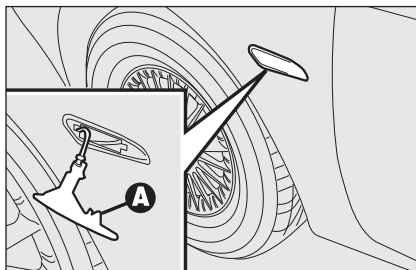
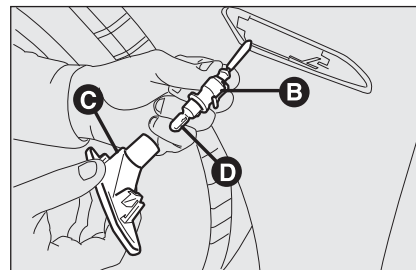

fig. 30
fig. 31
- ☐ spingere a mano il trasparente nel senso contrario alla direzione di marcia della vettura in modo da comprimere la molletta di fissaggio **A-fig. 30**. Liberare la parte anteriore ed estrarre il gruppo;
- ☐ ruotare in senso antiorario il portalampada **B-fig. 31** ed estrarlo dal trasparente **C**;
- ☐ inserire il portalampada **B-fig. 31** nel trasparente **C** quindi posizionare il gruppo verificando lo scatto della molletta di fissaggio **A-fig. 30**.